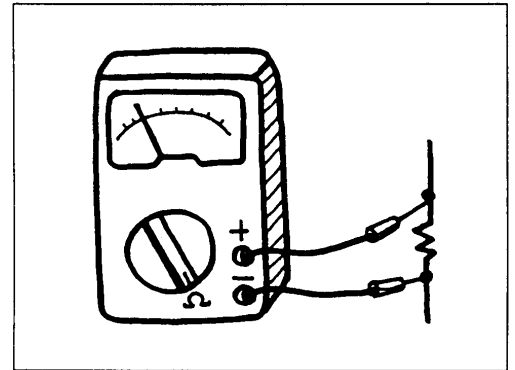

Рис.1-35Т
- 3) Подсоедините измерительные провода к резистору, сопротивление которого необходимо измерить. (Рис. 1-35Т).